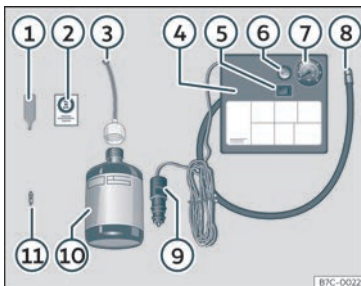

Fig. 34 Representació estàndard: contingut del joc antipunxades.
>>> **fig. 34:**
- Desenrosqueu el caputxó i l'obús de la vàlvula del pneumàtic. Utilitzeu l'aparell >>> **fig. 34** ① per extreure l'obús. Poseu-lo en una superfície neta.
- Sacsegeu amb força l'ampolla de segellador de pneumàtics >>> **fig. 34** ⑩.
- Enrosqueu el tub d'inflament >>> **fig. 34** ③ a l'ampolla de segellador. El precinte de l'ampolla es trencarà automàticament.
- Traieu el tap del tub d'ompliment >>> **fig. 34** ③ i caragoleu l'extrem obert del tub a la vàlvula del pneumàtic.
- Torneu a posar l'obús amb l'aparell >>> **fig. 34** ① a la vàlvula del pneumàtic.
- Enrosqueu el tub d'inflament del pneumàtic del compressor >>> **fig. 34** ⑧ a la vàlvula del pneumàtic.
- Comproveu que el caragol d'evacuació d'aire està tancat >>> **fig. 34** ⑥.
- Fixeu el connector >>> **fig. 34** ⑨ a la presa de corrent de 12 volts del vehicle >>> pàg. 149.
- Connecteu el compressor d'aire amb comutador ON/OFF»» **fig. 34 ⑤**.
- Enganxeu l'adhesiu»» **fig. 34 ②** al quadre d'instruments, dins del camp visual del conductor.
Torneu a enroscar el tub d'inflament »» **fig. 34 ⑤** i comproveu la pressió en el manòmetre **⑥**.